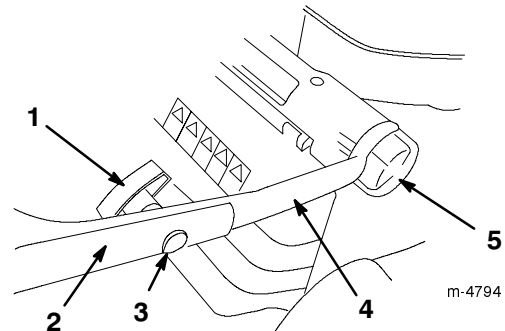

Figura 2
1. Afloje los pomos de ajuste de altura del manillar y gire la parte inferior del manillar hacia la parte trasera del cortacésped hasta que encaje en uno de los ajustes de altura del manillar, según muestra la Figura 2. Para ajustar la altura del manillar, consulte Ajuste de la altura del manillar en la página 9.
3. Instale la parte superior del manillar en la parte inferior con los pernos de cabeza ovalada y los pomos, según muestra la Figura 2. **Apriete firmemente los pomos del manillar.**